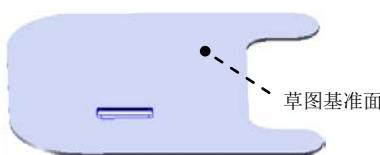

图 12.3.19 切除一拉伸 1
Step6. 创建图 12.3.19 所示的切除一拉伸 1。
(1) 选择命令。选择下拉菜单 **插入(I)** → **切除(C)** → **拉伸(E)...** 命令。
(2) 定义特征的横断面草图。
① 定义草图基准面。选取图 12.3.19 所示的表面作为草图基准面。